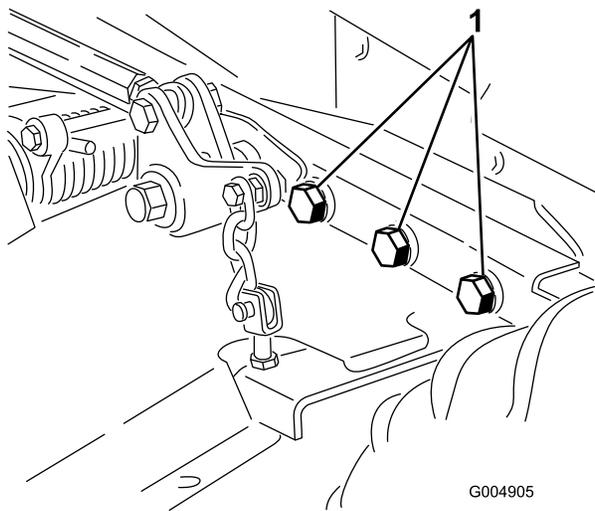

Figura 60
5. Verifique todos os dispositivos de fixação para ver se estão soltos e aperte-os conforme necessário. Aperte os 6 parafusos que prendem a estrutura da plataforma do cortador à unidade de tração (Figura 60) com 359 N·m.